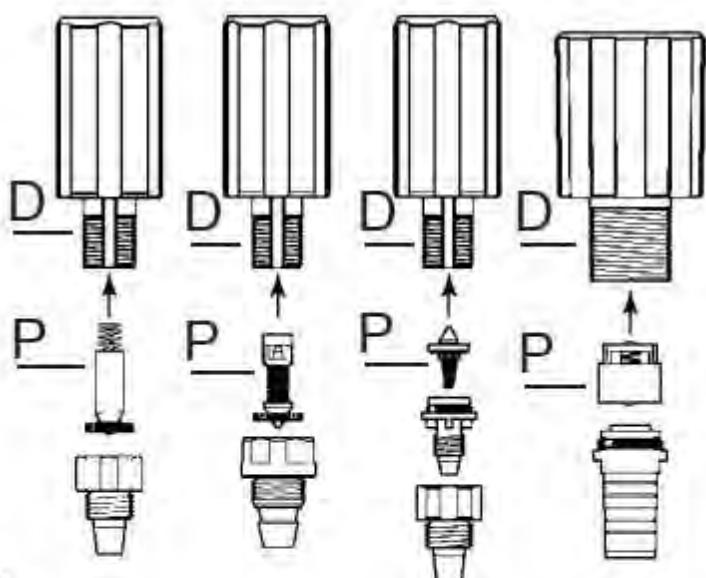

Fig. 18
- さまざまな部品をきれいな水で十分にすすぎ、再び組み立てます(図18)。
- 3種類のポンプに応じて、吸引バルブ(図18-P)を注入システム(図18-D)に取り付け、最後まで押し込みます。